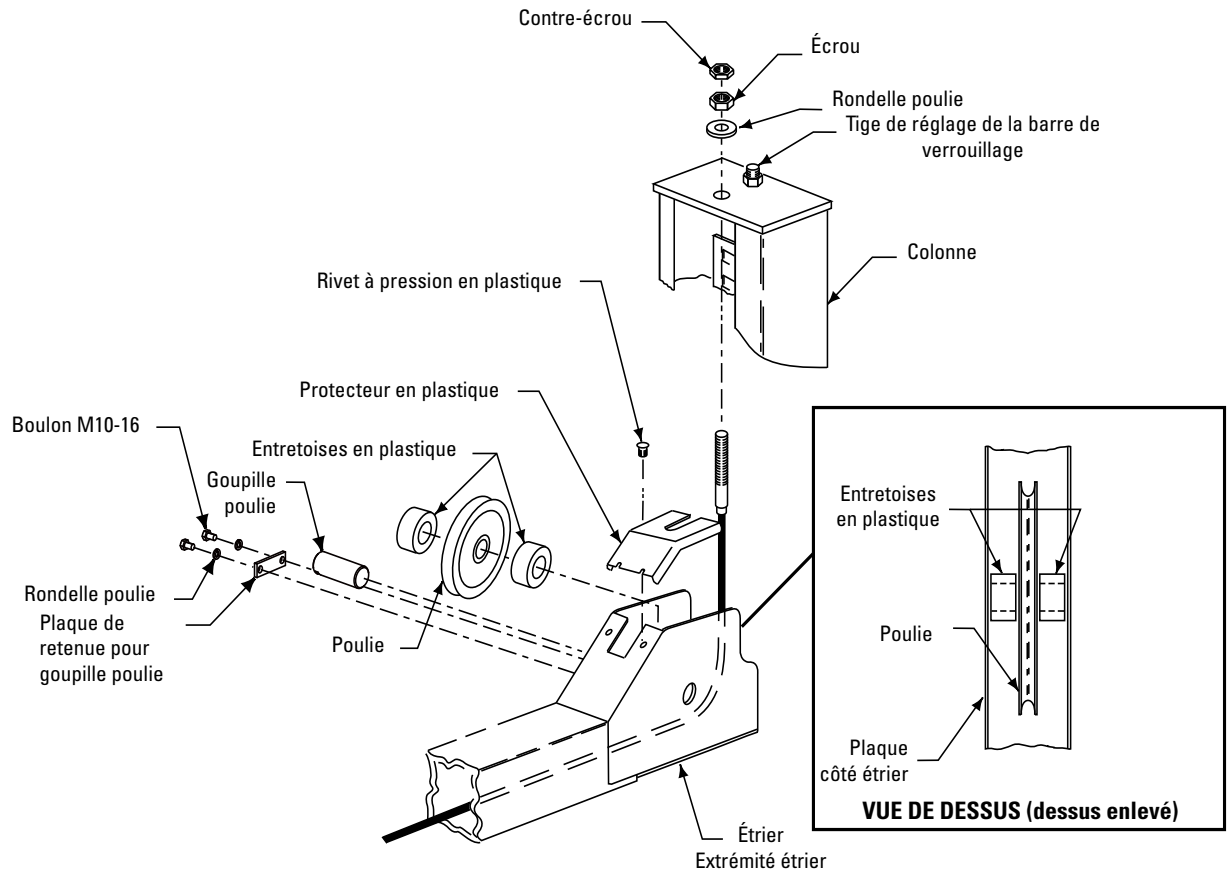

Fig. 8
- B. Retenir la goupille de la poulie avec (2) boulons M10-16 et la goupille de retenue de la poulie. Fixer chaque câble à la plaque supérieure de la colonne avec une rondelle, un écrou, et un contre-écrou, Fig. 8. Poser la protection en caoutchouc de la poulie à chaque extrémité de l'étrier, Fig. 8. Le schéma de câblage montre une vue de l'ensemble du câblage, Fig. 9.
- G. Installer l'extrémité de l'étrier des poulies et les entretoises en plastique, Fig. 8. Une entretoise en plastique est posée sur chaque côté de la poulie Fig. 8.
Ajuster le câble lorsque le pont élévateur est complètement abaissé. Dévisser le contre-écrou et serrer l'écrou sur le dessus de la colonne de la tige du câble jusqu'à ce que l'extrémité de l'étrier se soulève. Dévisser l'écrou d'un tour. Resserrer le contre-écrou. Répéter pour tous les quatre câbles. Se reporter à la Fig. 8.